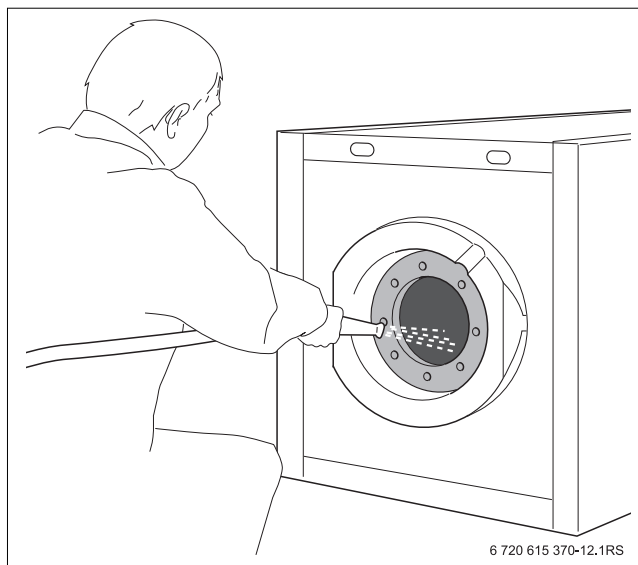

Fig. 14 Rincer le ballon d'ECS
- Rincer le ballon d'eau chaude sanitaire (→ fig. 14).